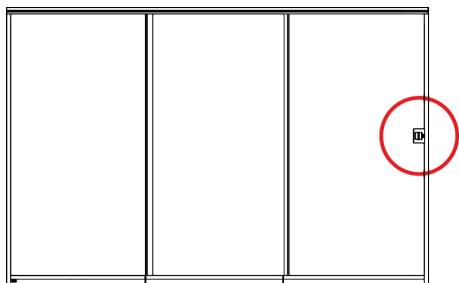

Abb. 9: Türschloss einstellen
1. ➤ Türschloss entriegeln und Glaselementflügel der Durchgangsseite öffnen (Abb. 9).